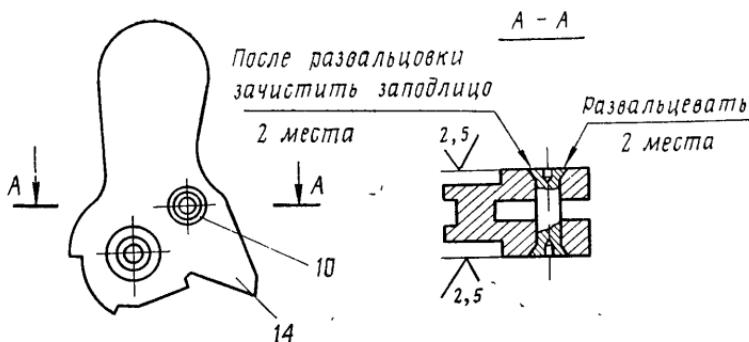

Рис. 47. Постановка штифта курка:
12.3. При необходимости заменить штифт 10 курка засверлить сверлом диаметром 2,5 мм один конец штифта курка и на подставке выбрать штифт курка; запрессовать новый штифт курка и развалыевать его концы по рис. 47.